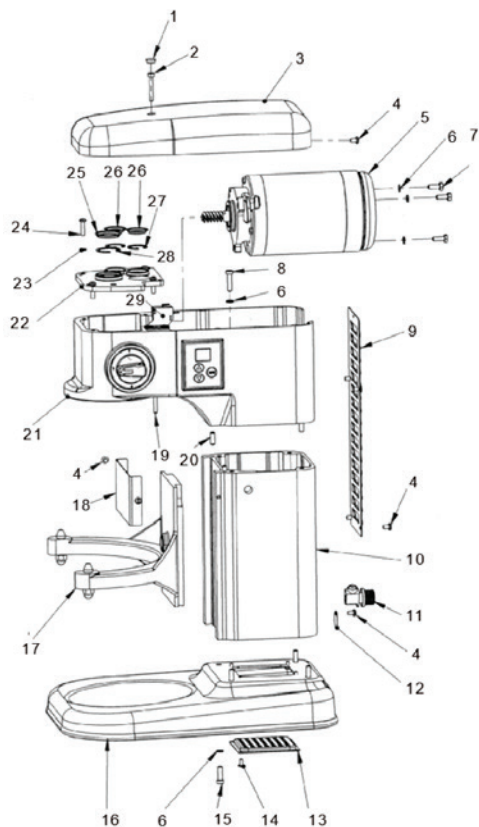

Abb. 1 Hauptaufbau des Gerätes
- Hauptaufbau des Gerätes (Abb. 1);
Verzeichnis der Teile des Gerätes, die sich in der Abb. 1 befinden